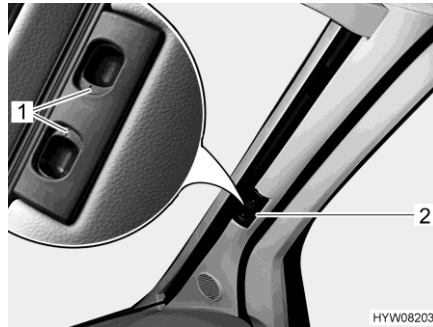

Fig. 33 Tendina oscurante pieghevole per il parabrezza
- Spingere verso l'esterno le due metà della tendina oscurante pieghevole del parabrezza per la maniglia (Fig. 33,2) fino all'arresto. Durante questa operazione spostare orizzontalmente la maniglia verso la rientranza di bloccaggio.
- Fare innestare le maniglie di sbloccaggio (Fig. 33,1).